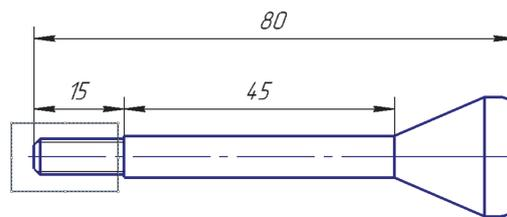

Рис. 2.15-3
2. Выделить рамкой область детали с размером 15, как показано на рис. 2.15-3.